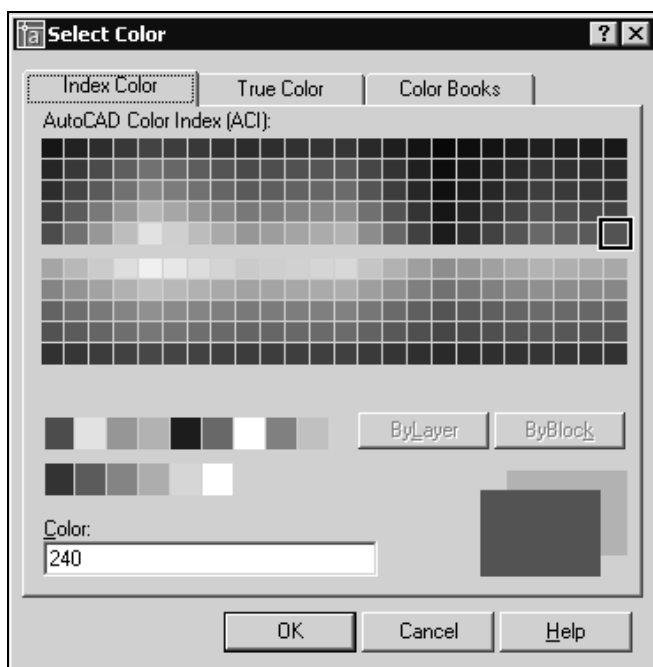

Рис. 7.4. Диалоговое окно установки цветов объектов на слое
- Щелкните мышью на пересечении столбца **Color** (Цвет) таблицы правого поля и строки созданного слоя. Появится диалоговое окно **Select Color** (Выбор цвета) (рис. 7.4). Выберите цвет объектов на слое и щелкните мышью на кнопке **OK**.